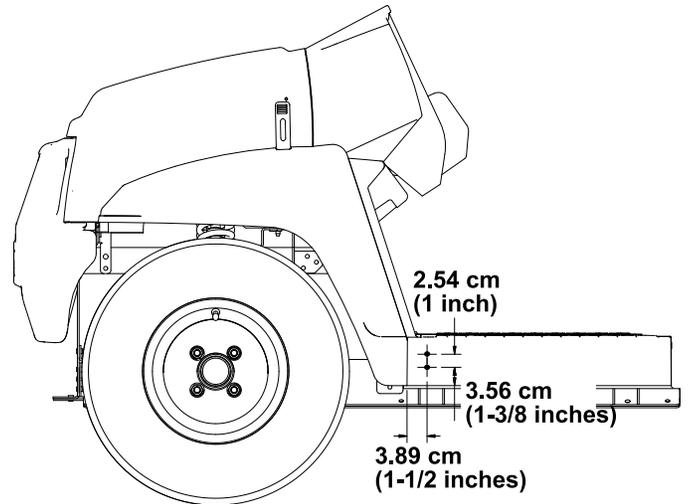

Figura 23
1. Con las dimensiones mostradas en Figura 23, realice 2 taladros (5/16") en la parte exterior de la chapa del suelo en los laterales derecho e izquierdo de la máquina.